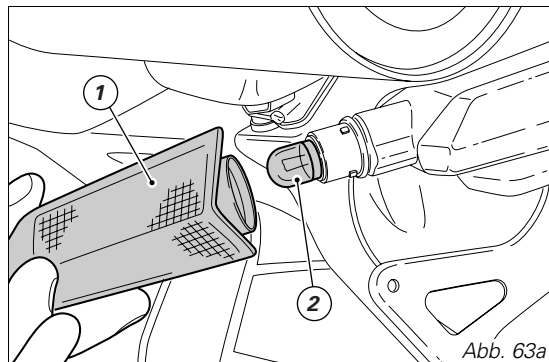

Abb. 63a
Die Glühbirne (2, Abb. 63a) hat eine Bajonettfassung. Zum Herausnehmen drücken und dabei gegen den Uhrzeigersinn drehen. Die neue Glühbirne eindrücken und bis zum Einrasten im Uhrzeigersinn drehen. Danach das Blinkergehäuse (1) montieren und durch Drehen um  $\frac{1}{4}$ -Drehung an der Rücklichthalterung befestigen.